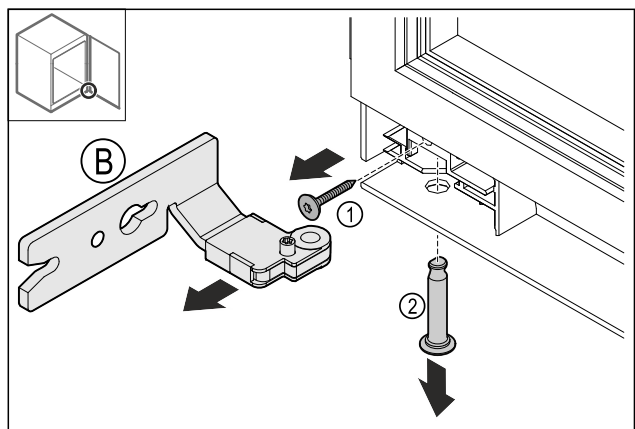

Fig. 13
- Îndepărtați șurubul Fig. 13 (1).
- Îndepărtați bolțul Fig. 13 (2).
- Îndepărtați balamaua Fig. 13 (B).